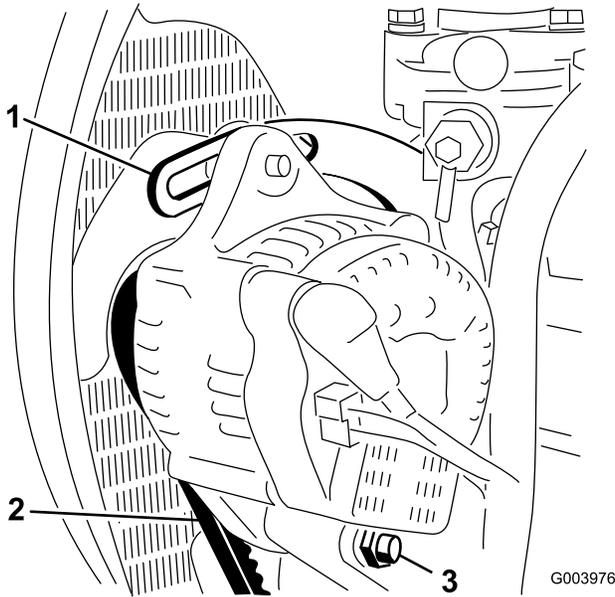

図 62
2. オルタネータとエンジンプーリ間の中央部でオルタネータベルトを指で押してオルタネータベルトの張りを点検する 図 62。
3. ブレースをエンジンに固定しているボルト 図 62 と、オルタネータをブレースとピボットボルトに固定しているボルトをゆるめる。